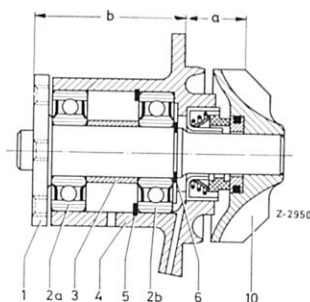

Bild 20-1/2
1) Ab der Fg.-End-Nr. 005 133 wird die kurze Wasserpumpe, Teil-Nr. 121 200 08 20, in Verbindung mit der Visco-Lüfterkupplung, Teil-Nr. 000 200 04 22, eingebaut (Bild 20-1/2).